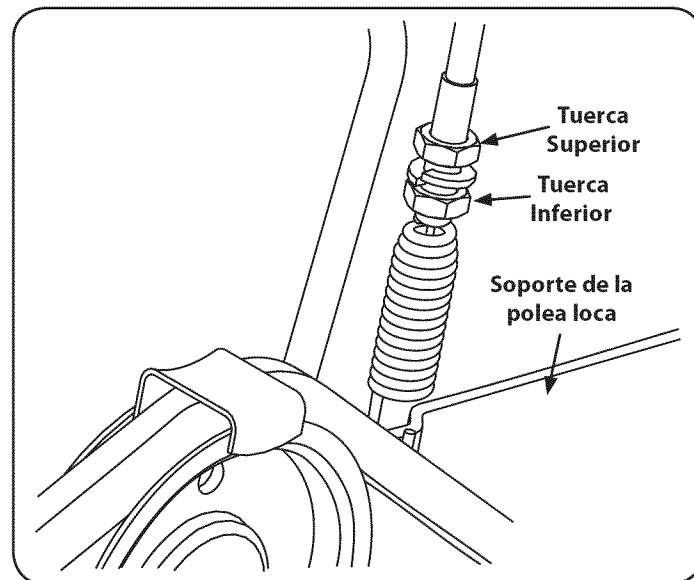

Figura 29
2. Localizar el muelle en el extremo del cable. Consulte la Figura 29.